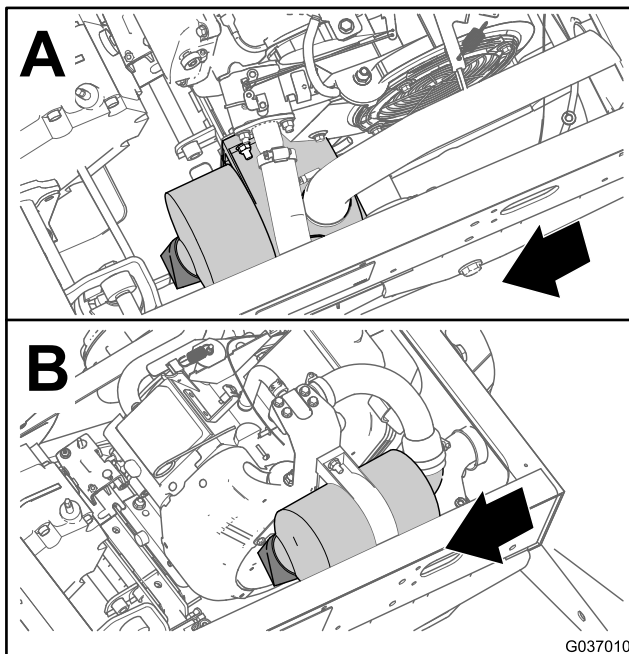
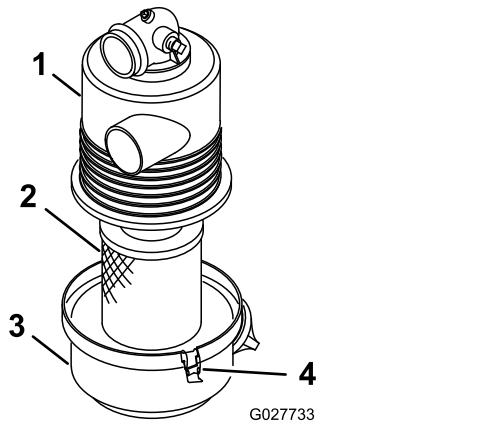

Bild 36
Bild 37
2. Prüfen Sie das Luftfiltergehäuse auf Schäden, die eventuell zu einem Luftleck führen könnten (Bild 36 und Bild 37).
- Lösen Sie die Riegel, mit denen die Abdeckung des Luftfilters am Luftfiltergehäuse befestigt ist (Bild 37).
- Nehmen Sie die Luftfilterabdeckung vom Luftfiltergehäuse ab und reinigen Sie die Innenseite der Abdeckung (Bild 37).
- Setzen Sie den Luftfiltereinsatz in das Luftfiltergehäuse ein (Bild 37).
- Fluchten Sie die Luftfilterabdeckung mit dem Luftfiltergehäuse aus (Bild 37).
- Befestigen Sie die Abdeckung mit den Laschen am Gehäuse (Bild 37).